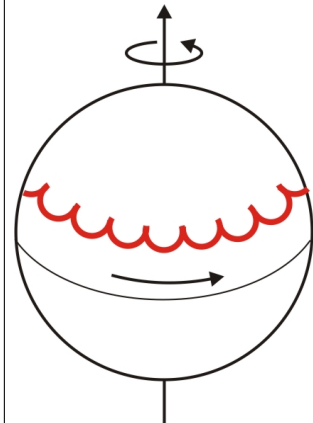

Abbildung 10
- (M8) Die in 1.1 beschriebenen Verhältnisse beobachtet man nur unter sehr speziellen Anfangsbedingungen. Machen Sie den Kreisel mit der Stange D und der Zusatzmasse E weiter außen schwer und werfen Sie auf ca. 30 Hz an. Wenn Sie das Stangenende D zunächst noch fest halten, beobachten Sie beim plötzlichen Loslassen eine Bewegung der Figurenachse wie in Abb. 10. Können Sie das deuten? Vorsicht: Die Stange braucht viel Platz beim Rotieren.